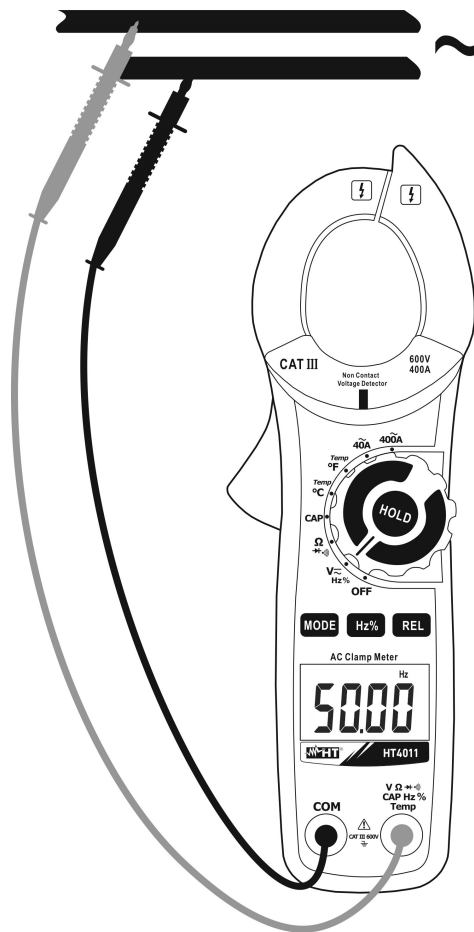

Abb. 4: Verwendung der Zange für Frequenz- und Duty Cycle-Messungen
3. Verbinden Sie die rote Messleitung mit der **V Ω → CAP Hz % Temp** Eingangsbuchse, und die schwarze Messleitung mit der **COM** Eingangsbuchse (Abb. 4 – linke Seite) für die Frequenzmessung mit Messleitungen.